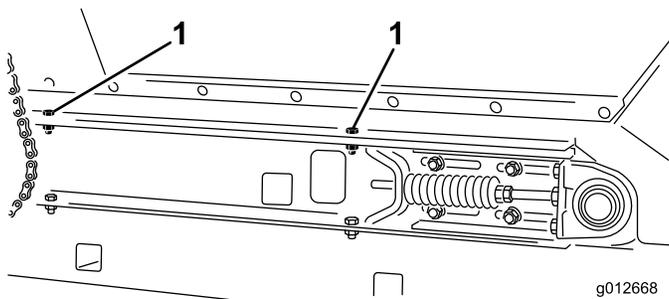

Рисунок 23
4. Снимите на каждой стороне машины 2 винта с головкой, шайбы и гайки крепления бункера к подвижной плите (Рисунок 23).